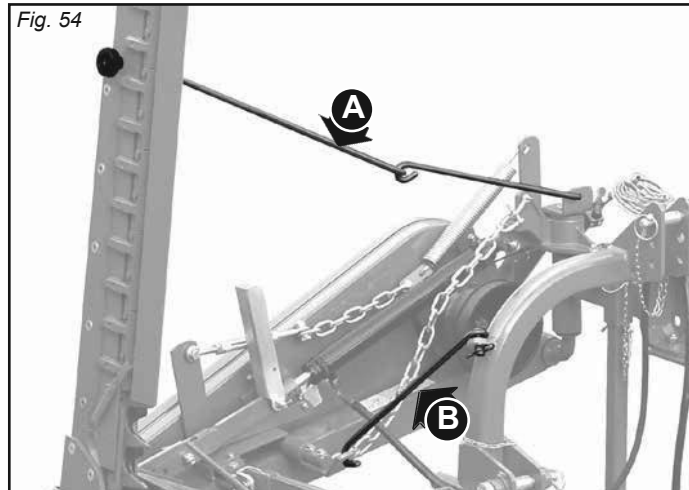

Fig. 54
- L'assujettir avec le tirant d'attelage (A, Fig. 54).
- Enfiler le crochet de sûreté (B, Fig. 54).